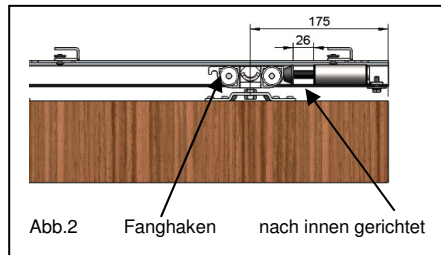

Abb.2 Fanghaken nach innen gerichtet
1. Bevor die Laufschiene montiert wird, muß der Ausstellzylinder zum Rollwagen hin nach innen gerichtet (Abb.2) in die Laufschiene eingeschoben werden.